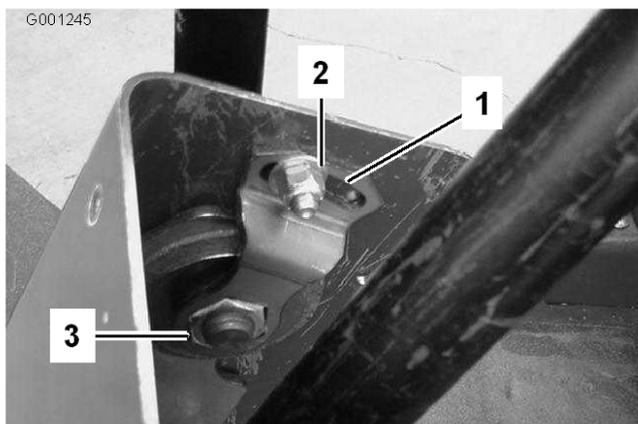

図 68
2. カバーを上スライドさせてピボット・ブラケットを露出させる (図 68)。
3. 小さいナットをゆるめ、大きいナットが締まるまでピボット・ブラケットを回す（図 68）。